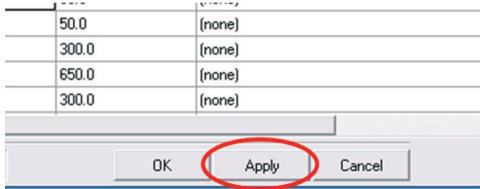

Figura 4.195 – Conferindo alteração da coordenada do *Hardpoint* *hpl_LBJ*.
- Clique em *Apply* (Figura 4.195).